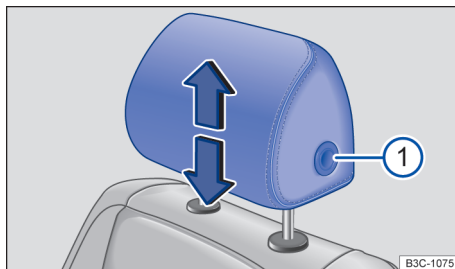

Fig. 81 Apoio para cabeça dianteiro: ajustar.
- Deslocar o apoio para cabeça para cima ou para baixo no sentido da seta correspondente; caso necessário, pressione ao mesmo tempo o botão → Fig. 81 ⓘ → ⚠ em *Introdução ao tema* na página 94.